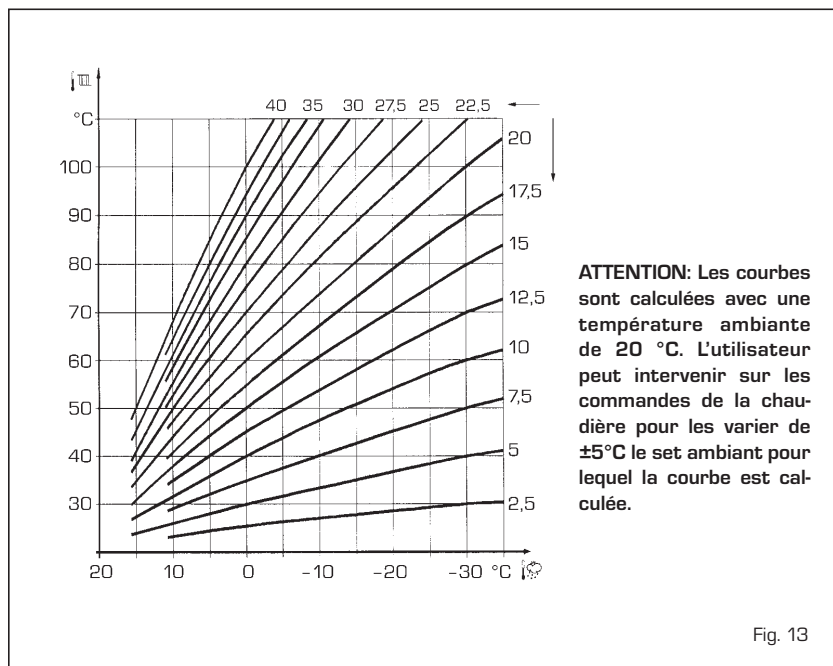

Fig. 13
3.4 SONDE EXTÉRIEURE RACCORDÉE (fig. 13)
La courbe climatique à configurer est sélectionnable d'une valeur 3 et 40 (à step de 1). En augmentant la pente représentée par les courbes de la fig. 13, la température de refolement installation correspondant à la température extérieure augmente.